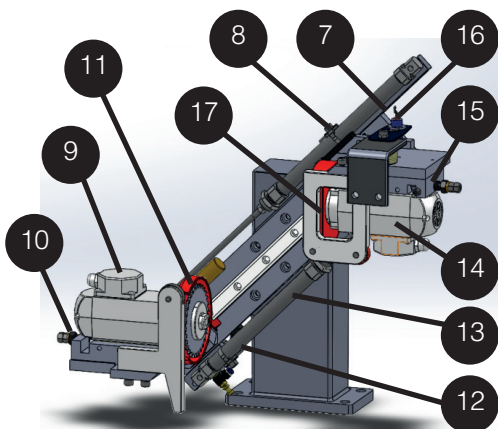

Figura 6-10b
5.3.3 Conforme mostrado na Figura 6-10b , em operação normal, o sensor foto-elétrico de corte (15) deve permanecer aceso para manter o sinal do PLC, garantindo o início correto de todas as funções. Se o conjunto de corte traseiro não estiver na posição superior (fazendo com que o sensor 15 escureça) ou se o sensor apresentar mau funcionamento, um alarme será acionado. A tela sensível ao toque exibirá um alerta, impedindo a ativação das funções de transporte e corte , evitando danos ao equipamento devido à falta de cooperação . Assim que a falha for resolvida e o alarme for desativado, a operação normal poderá ser retomada.
5.3.4 O efeito de corte é ilustrado na figura 6-11. Para um corte nivelado ideal, evitando bordas expostas ou corte. Os ajustes são feitos da seguinte forma (figura 6-10b):